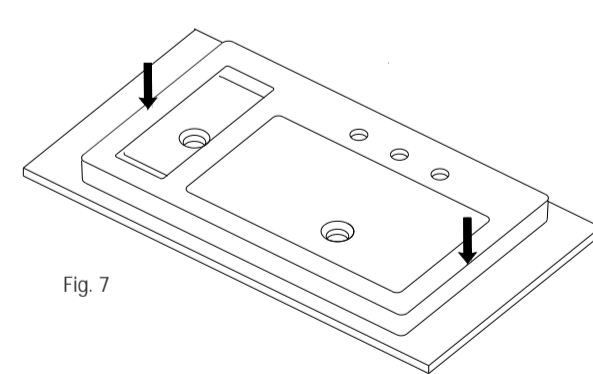

Fig. 7
- 7** Posicionar a cuba novamente no local de instalação, e pressionar para baixo (Fig. 7). Retire o excesso de silicone. Antes de considerar terminada a instalação, espere o silicone secar e teste sua estanqueidade. DICA: Recomendamos que a cuba só seja utilizada após a secagem do silicone indicada pelo fabricante. Utilizar silicone indicado para cerâmica com antifungo.
Place the lavatory again in the countertop, and press down (Fig. 7). Remove excess silicone. Before considering the installation as completed, test for leaks. Tip: We recommend that the lavatory is only used after drying silicone indicator by the manufacturer. Use silicone indicated to ceramic with anti-mildew or anti fungus.
Coloque la bacia de nuevo en el lugar de instalación e presione hacia abajo. (Fig. 7). Retire el exceso de silicona. Puntia: Se recomienda que la bacia sólo se utiliza después del secado de silicona indicada por el fabricante. Se recomienda el uso de silicona adecuado para la cerámica con anti-moho o anti-hongos.